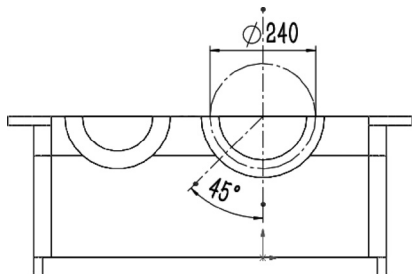

图 9-69 绘制 45° 中心线
**2** 绘制中心线。选择菜单栏中的“工具”→“草图绘制实体”→“中心线”命令，或单击“草图”控制面板中的“中心线”按钮，绘制一条过大轴承安装孔中圆心的垂直中心线，过大轴承安装孔绘制另一条中心线与垂直中心线成 45° 角，如图 9-69 所示。